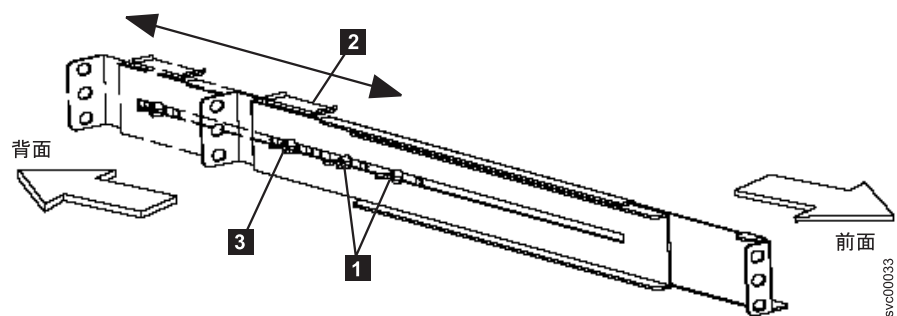

図 152. 2145 UPS-1U でのレールの縦の長さの調整
3. 両方のレール・アセンブリのアセンブリ・ウィング・ナット **1** (図 152) を緩め、ラックの縦の長さに合わせてレール・サイズを調整します。
4. 後部の押さえブラケット **2** をレール・アセンブリーの端に位置付け、ウィング・ナット **3** を締めます。421 ページの図 152 を参照してください。